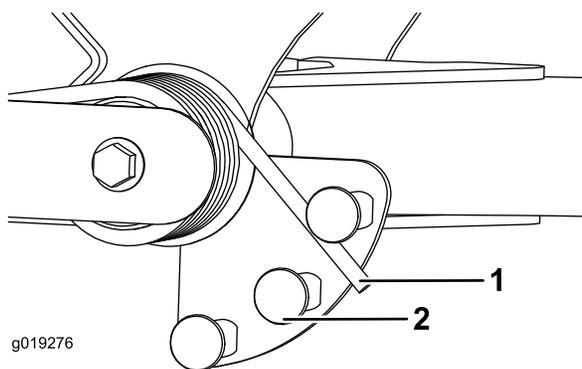

Рисунок 33
2. Вставьте трубу или аналогичный предмет в длинный конец пружины и поверните его вокруг пружинного привода в нужное положение (Рисунок 33).